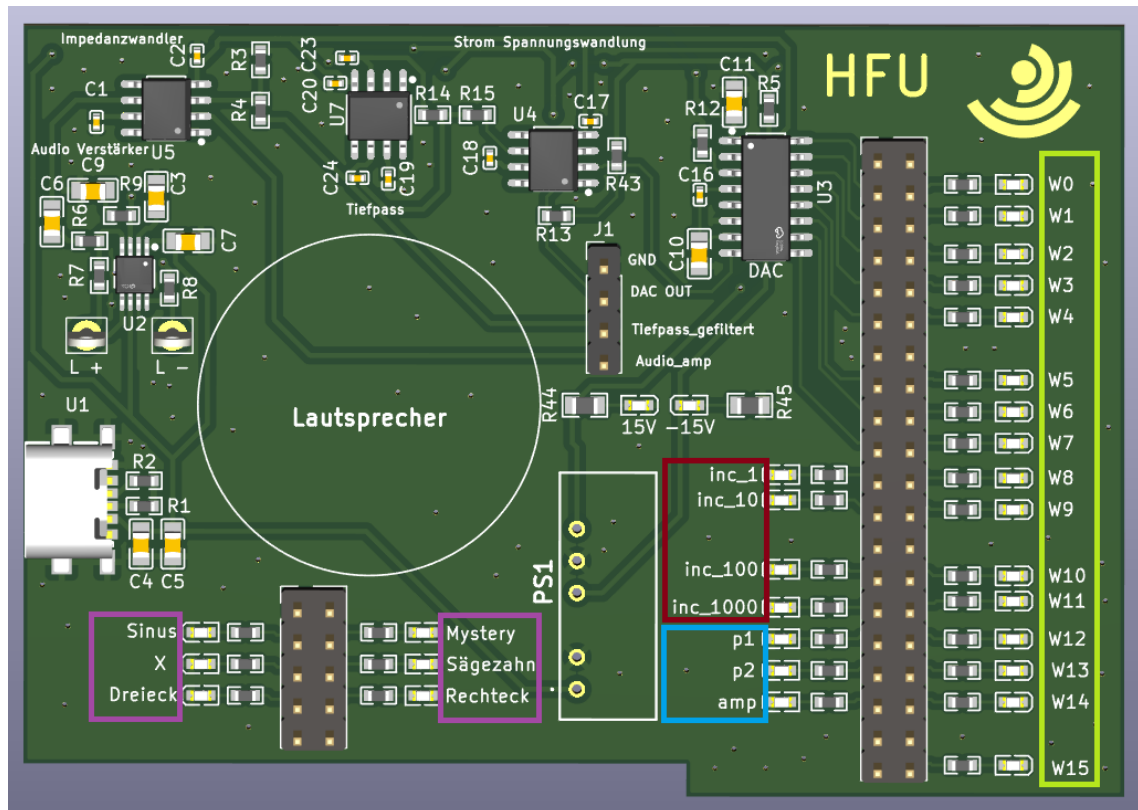

Abbildung 2.4: Signalgenerator Platine
- **Aktive Wellenform (lila)** Die lila markierten LEDs zeigen dir, welche Wellenform aktuell ausgegeben wird. Auch hier leuchtet immer genau eine LED, in der Anordnung aus Abbildung 2.4: